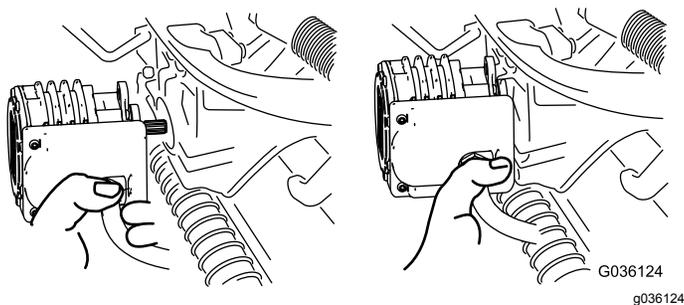

図 56
- 外したモータは、サスペンションアームの前方にある一時保管位置にセットしておく 図 56。